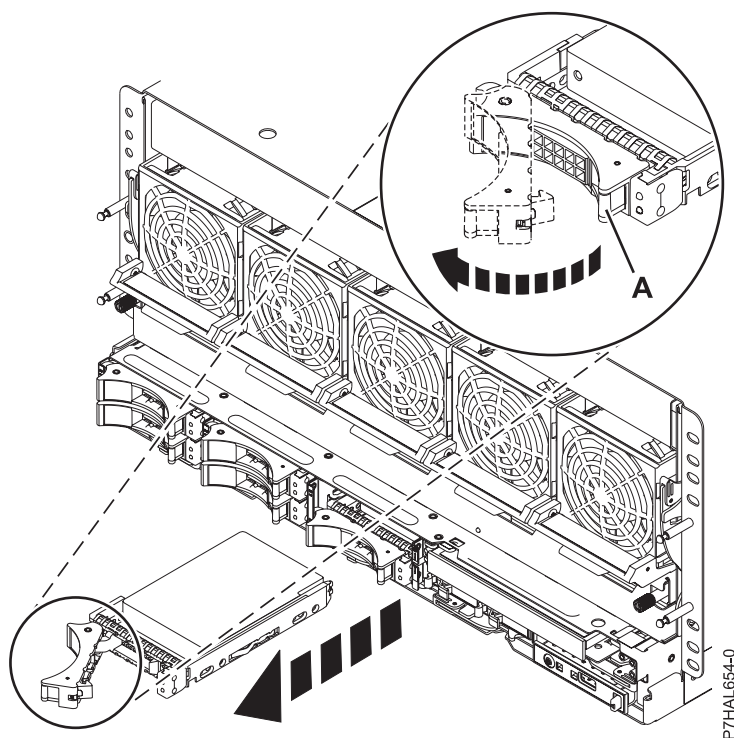

Figura 28. Extracción de una unidad de disco del sistema
1. En el sistema, desbloquee el asa de la unidad ejerciendo presión y tirando de ella hacia usted, como se muestra en la Figura 28 en la página 46.